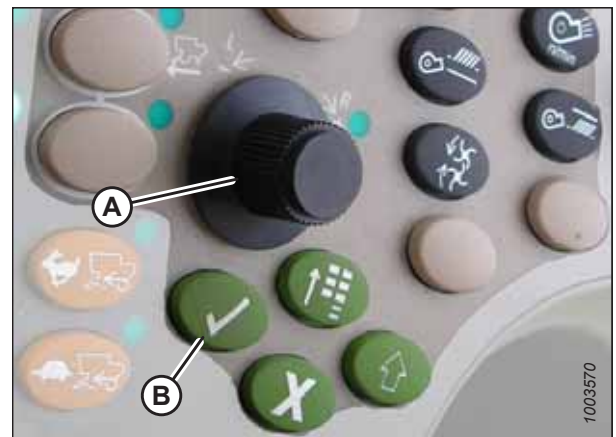

Figura 3.645: Consola de control de la cosechadora John Deere
8. Seleccione PLATAFORMA en el recuadro (A) al desplazarse hacia abajo hasta el recuadro con la perilla de desplazamiento, y luego presionar el botón de marca de verificación (la perilla y el botón se muestran en la Figura 3.645, página 383).
9. Desplácese hacia abajo al ícono inferior derecho que se asemeja a una flecha en un diamante (B) y presione el botón de marca de verificación para seleccionarlo.